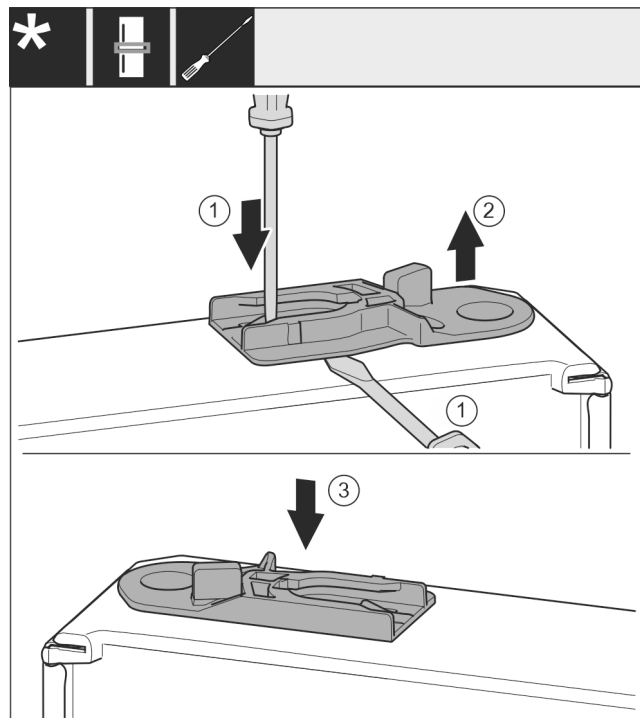

Fig. 38
- Führungsbuchse herausziehen: Lasche mit Schlitzschraubendreher drücken und gleichzeitig mit Schlitzschraubendreher unter Führungsbuchse fahren. Fig. 38 (1, 2)
- Im Lieferumfang beiliegende Führungsbuchse auf anderer Gehäuseseite einschieben. Fig. 38 (3)